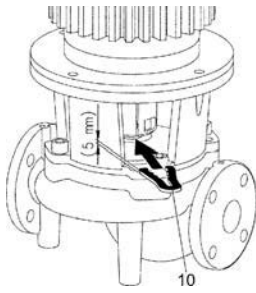

Fig. 18: Forchetta di montaggio per lavori di regolazione
Per tutti i lavori di montaggio (design tipo di pompa A/B) è assolutamente necessaria la forchetta di montaggio per l'impostazione della posizione corretta della girante nel corpo pompa (Fig. 18, pos. 10)!